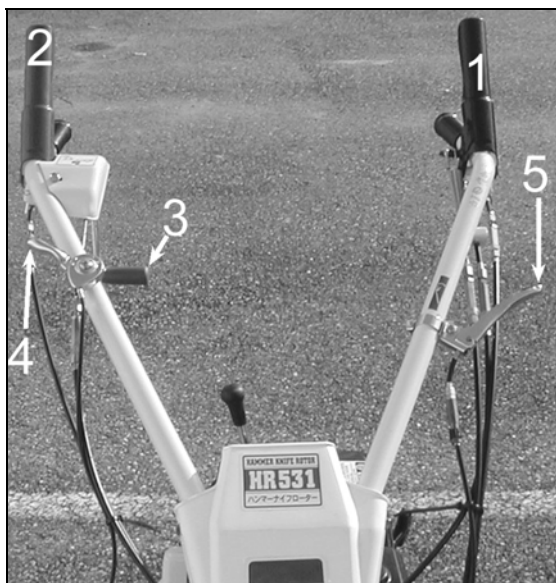

Figura 8 (motore Honda)
- Riportare il comando dell'acceleratore (4, Figura 8) al minimo e lasciare girare il motore per farlo raffreddare un po'.